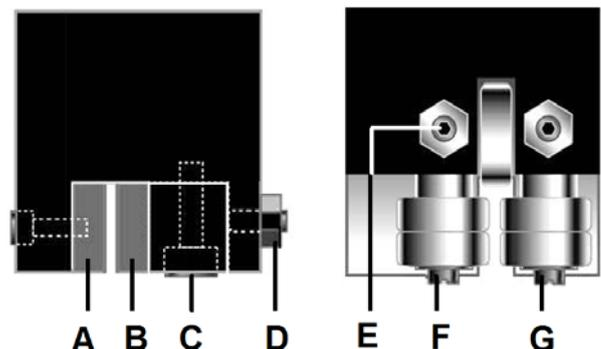

Abb. 8-9: Einstellung der Sägebandführung
Die Positionen der Blöcke (A, Abb. 8-9) und Lager (G) sind unveränderlich (keine Justierung möglich).